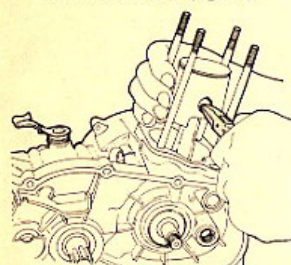
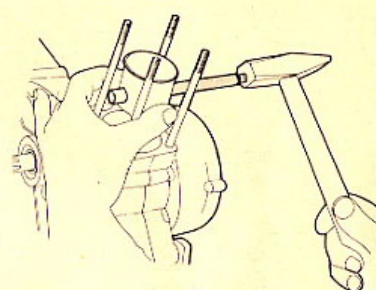

FIG. 16 Rimozione anelli di fermo
FIG. 17 Espulsione spinotto
- 18) Prima di rimuovere gli anelli di fermo spinotto, tappare con uno straccio pulito l'imbocco del carter onde evitare di far cadere gli anelli all'interno del carter. Togliere quindi i 2 anelli di fermo (fig. 16), sfilare lo spinotto usando una spina a due diametri e battendo leggermente avendo cura di supportare contemporaneamente dalla parte opposta il pistone in modo da evitare danni alla biella (fig. 17).